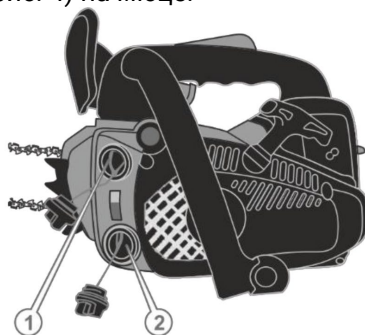

Рисунок 4. Схема розташування кришок заправки паливом, мастилом.
- відкрутити кришку (1, рис. 4) та через металеву лійку влити суміш і залишити повітряний прошарок між рівнем палива й горловиною бака для теплового розширення;
- повернути кришку (1, рис. 4) на місце.
3. Ретельно очистити поверхню навколо кришки (2, рис. 4) бачка для заливання мастила від забруднень, щоб не допустити потрапляння тирси, частинок – пилу та бруду всередину.
4. Відкрутити кришку бачка (2, рис. 4).
6. Щільно закрутити кришку бачка (2, рис. 4).